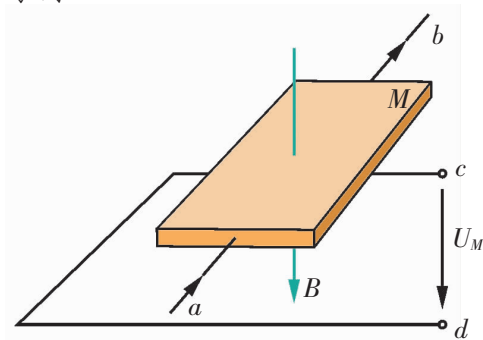

图 3-1-8
4. 霍尔元件是一种能将磁感应强度这一磁学量转换成电压这一电学量的传感器。其基本结构如图 3-1-8 所示。 $M$  为半导体薄片（砷化镓）， $B$  为外加与薄片垂直的磁场， $a$ 、 $b$ 、 $c$ 、 $d$  为霍尔电极，若在  $ab$  方向通以恒定电流  $I$ ，请简要分析霍尔电势的形成及方向。